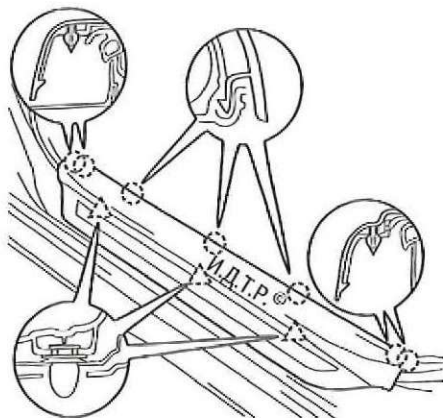

Рис. 6.9. Крепление облицовки порога передней двери
2. Извлеките держатели и фиксаторы крепления облицовки порога двери к панели кузова и снимите облицовку (рис. 6.9).